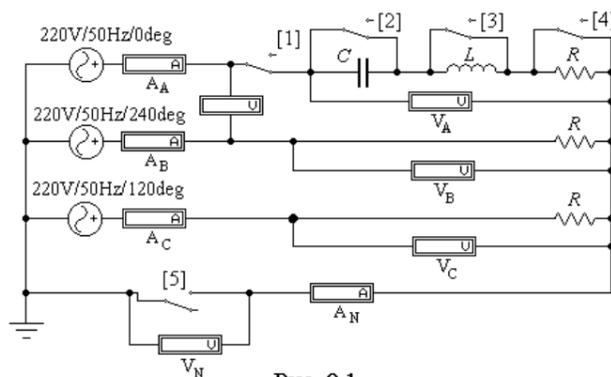

Рис. 9.1
В работе проводится исследование цепи, схема которой показана на рис.9.1. Питание цепи осуществляется от трех источников синусоидального напряжения частотой 50 Гц. ЭДС источников имеют одинаковую амплитуду, а их фазы сдвинуты на 120° так, что образуют симметричную систему прямой последовательности. Значения ЭДС и параметров нагрузки, соответствующие варианту цепи, номер которого указывает преподаватель, приведены в табл. 9.1.
- Собрать схему, показанную на рис. 9.1, и установить ее параметры согласно табл.9.1 в соответствии со своим вариантом схемы.